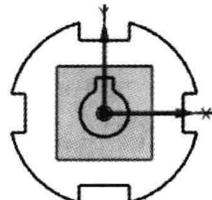

图 2.10 快速修剪 2
Step8. 参照上述步骤修剪其他多余的线条，结果如图 2.10 所示。